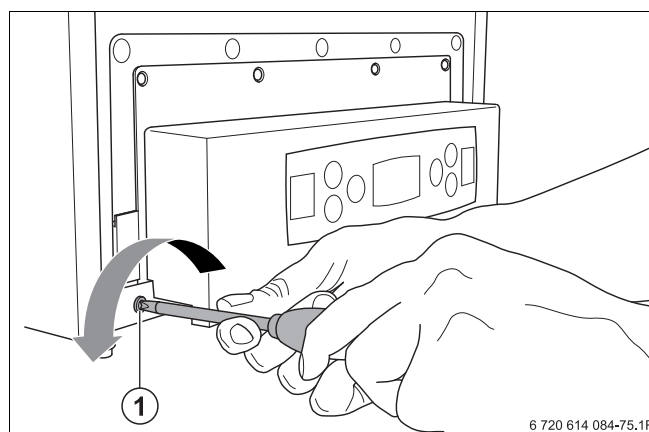

Bild 79 Bedieneinheit demontieren
- ▶ Beide Schrauben (→ Bild 79, [1]) der Bedieneinheit lösen (→ Bild 67).